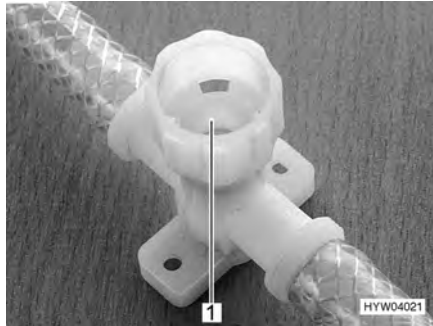

Bild 130 Avtappningskran för varmvattenaggregat
- Stäng alla avtappningskranar. Vrid då locken (Bild 130,1) medurs.
- Öppna alla avtappningskranarna till varmvattenaggregatet. Vrid då locken (Bild 130,1) moturs.